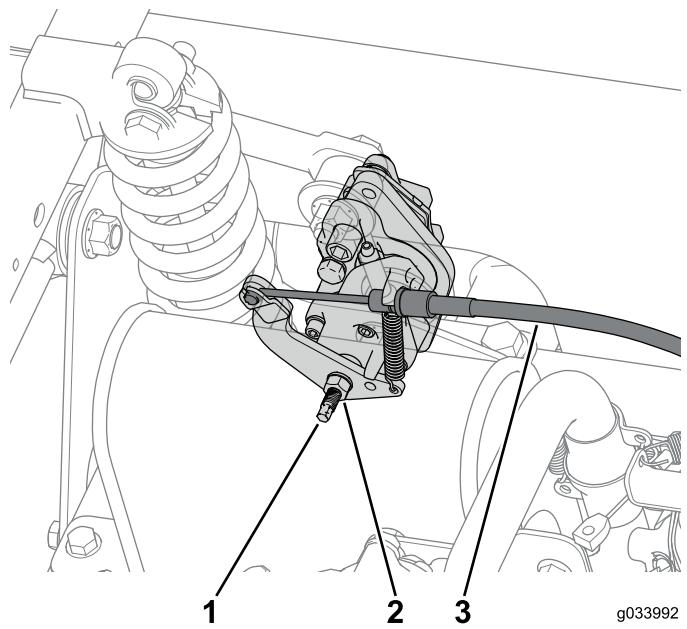

Figure 8
2. Détachez le câble de frein de stationnement des deux étriers de freins arrière (Figure 8).